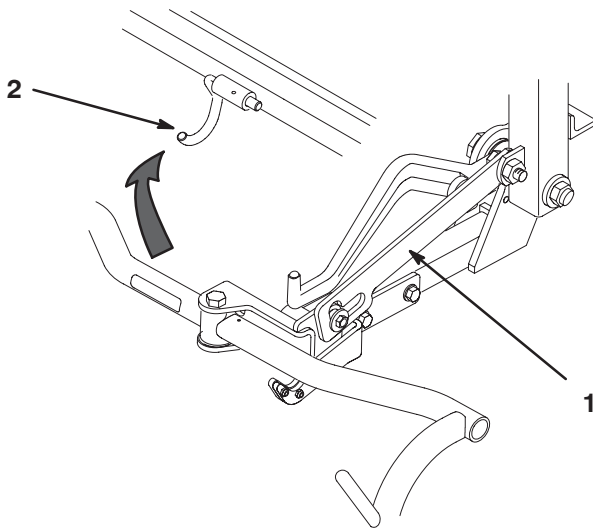

Bild 18
- C. Heben Sie das geschlitzte Verbindungsteil an und drehen Sie das Zuggestell auf den Drahtaken (Bild 18).